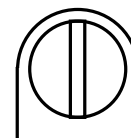

Fig. 7
*La barra de acoplamiento del grifo debe estar exactamente paralela a los bordes laterales del MPT Titrimo, vea Fig.7.*